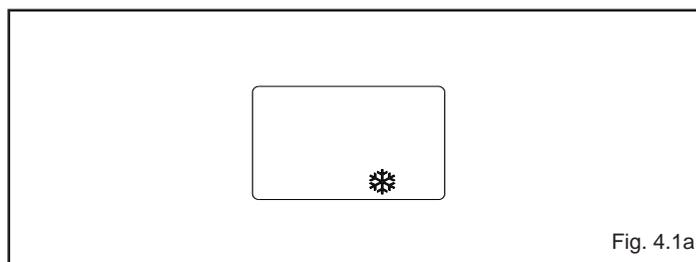

Fig. 4.1a
- **Antigelo:** quando la temperatura dell'acqua di caldaia scende sotto i 5°C si attiva il circolatore e, se necessario, il bruciatore alla minima potenza per riportare la temperatura dell'acqua a valori di sicurezza (35°C). Durante il ciclo antigelo sul visualizzatore digitale appare il simbolo  (fig. 4.1a).